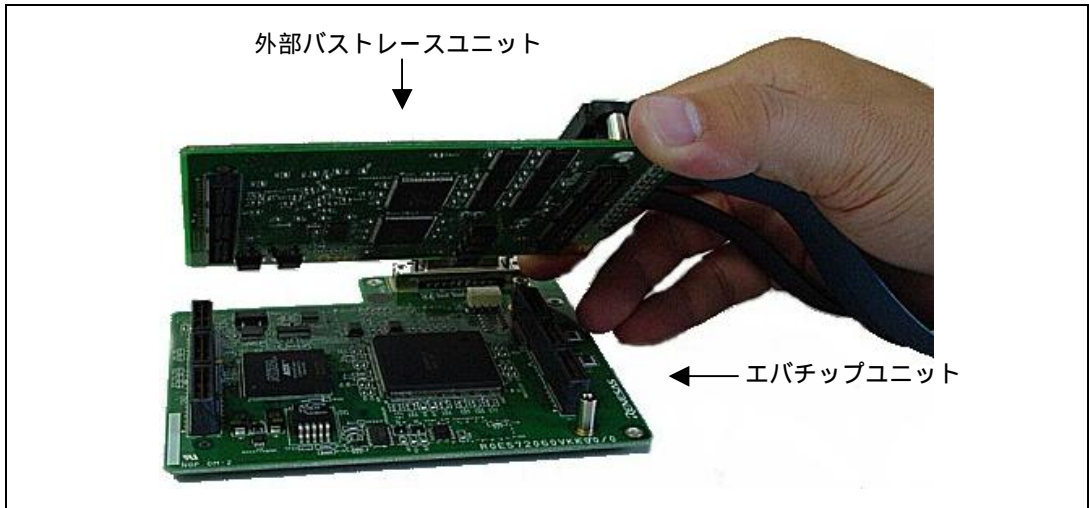

図 2.3 外部バストレーユニットとエバチップユニットの接続方法
- 外部バストレーユニットとエバチップユニットを組み合わせるご使用になる場合には、図 2.3 のように外部バストレーユニットとエバチップユニットを接続してください。